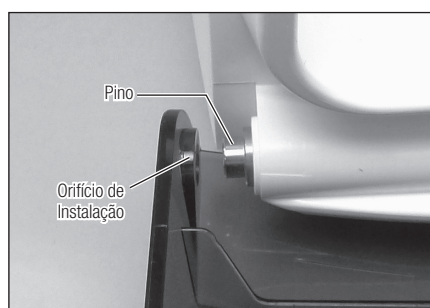

Fig. 23
- 1) Encaixe o orifício de instalação da porta no pino do lado esquerdo frontal (Fig. 23).